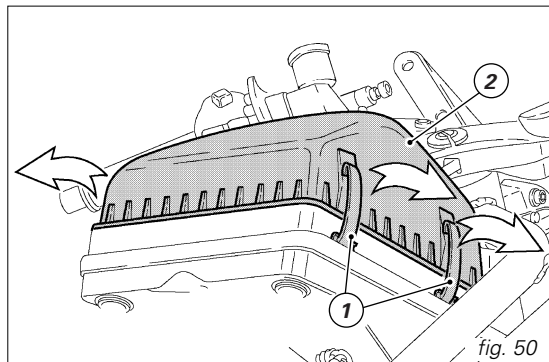

fig. 50
Per rimuovere il filtro, sganciare le linguette (1, fig. 50) di fissaggio del coperchio su entrambi i lati della scatola filtro e rimuovere il coperchio (2).